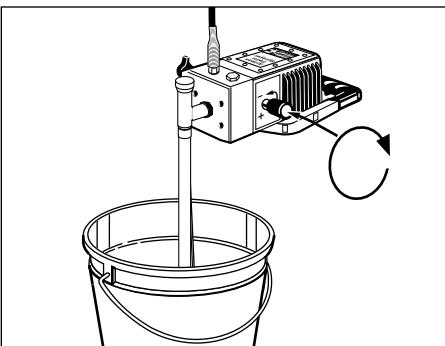

Figure 8- Tourner La Commande De Pression
7. Tourner la Commande de Pression complètement au sens des aiguilles d'une montre à la position "Haute Pression". Le solvant commencera son mouvement à travers le tuyau dans quelques secondes (Voir Figure 8).